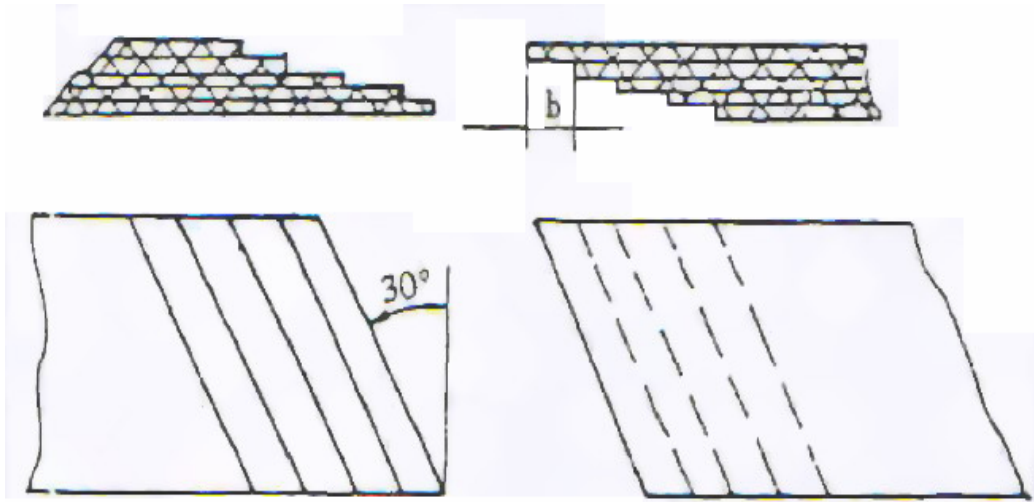

图 13
①硫化法：将橡胶带割剥成阶梯形（每层帆布一阶梯），阶梯宽度 b 一般等于 150 毫米，如图 13，剥割表面要平整，不得损坏帆布层。然后锉毛表面并涂生胶浆进行搭接。在上、下复盖胶的对缝处贴生胶片。加热加压进行硫化。压力为 5~10 公斤/厘米²，温度为 140℃左右（若用蒸汽加热，气压为 4~4.5 公斤/厘米²）。